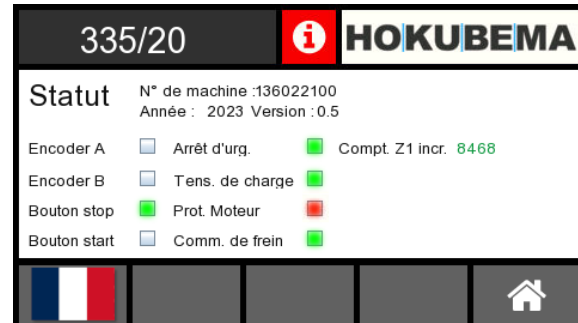

Figure 35: défaut de protection du moteur en cours
- En même temps, l'écran affiche un avertissement ou un message d'erreur correspondant à la cause (voir l'exemple « Protection du moteur » à la figure \Rightarrow Figure 35).